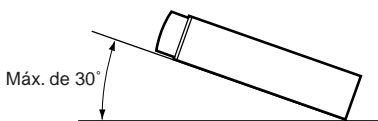

Figura 3
3. Instale o aparelho com uma inclinação até 30 graus do plano horizontal. (Figura 3)